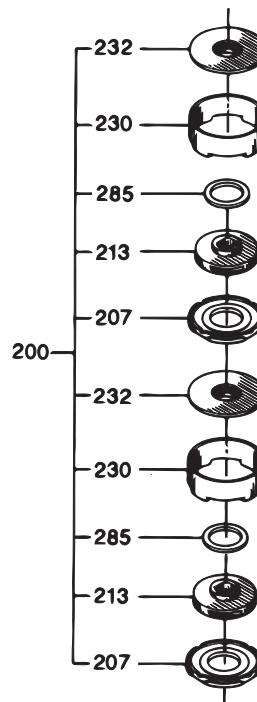

Fig. 14 Sliddele
Til udskiftning af sliddele inkl. løbere, se fig. 14, kan leveres et servicesæt (produktnr. 125061). Sættet består af to komplette pumpe-trin. Udskift sliddele og løbere som vist i afsnit 10. *Demontering og montering.*
Derudover kan der leveres et servicesæt (produktnr. 1A5050), som indeholder alle sliddele til servicering af to pumper, dvs. 4 skiver, pos. 285, og 4 tætninger, pos. 207. Se fig. 14.